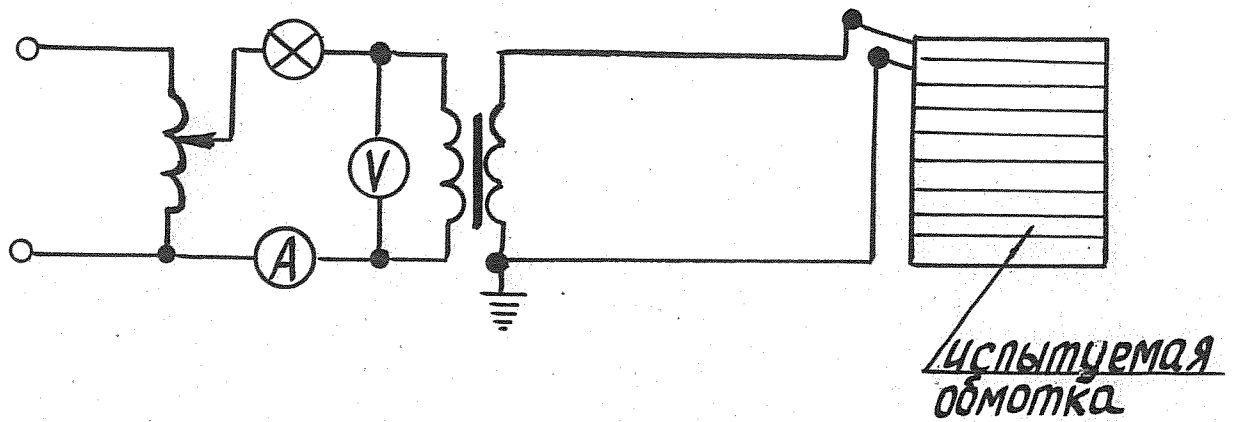

Рис. 5.13. Проверка изоляции между отдельными проводами.
5.4.3.1. Проверить изоляцию между отдельными проводами путем включения проводов обмотки, изоляция между которыми проверяется, во вторичную обмотку трансформатора, в первичную обмотку включена лампа накаливания (рис.5.13). При замыкании между проводами ток в первичной обмотке трансформатора возрастает и лампочка, включенная в цепь, ярко загорается; при нормальной изоляции лампа тускло горит. Испытательное напряжение во вторичной обмотке трансформатора должно быть равно 850В.
5.4.4. Испытать обмотку собственных нужд – проверить изоляцию между отдельными каждой проводами катушки подключением к вторичной обмотке трансформатора рис.5.13. Испытательное напряжение во вторичной обмотке трансформатора – 500 вольт.